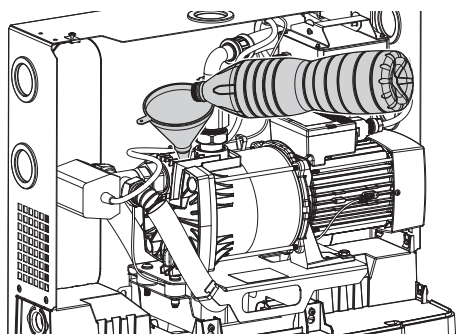

Fig. 21: Riempimento della pompa
2. Riempire la pompa di acqua pulita servendosi di una tramoggia (Fig. 21).